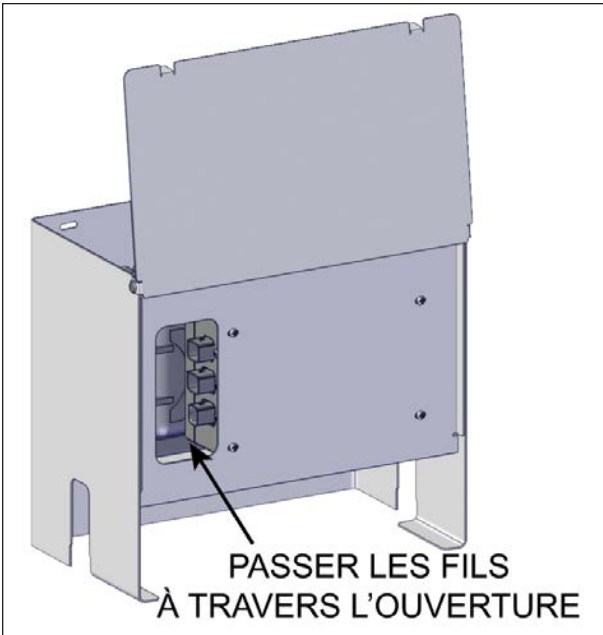
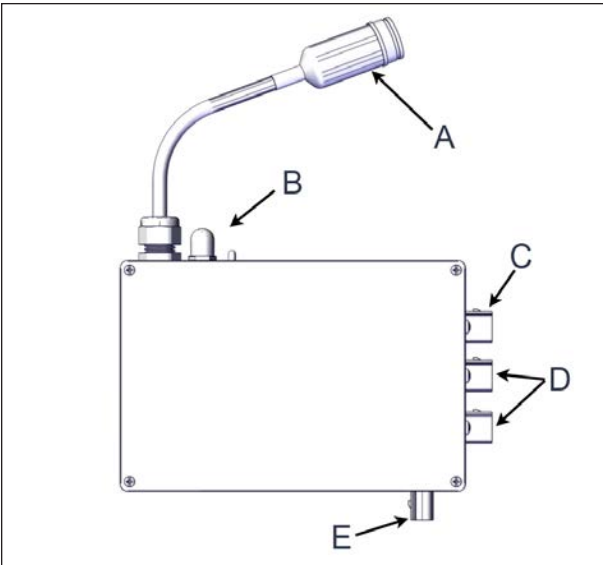

FIGURE 87: BOITIER DE LA BOITE DE COMMANDE
FIGURE 88: BOITE DE COMMANDE DES BATTERIES ET
1. Repérer la boîte de commande et son boîtier, voir Figure 87 et Figure 88.
3. Déballer l'interrupteur à clé et brancher le harnais dans la boîte de commande, item C de la Figure 88.
4. Déballer l'ensemble du panneau solaire (optionnel) des boîtes et connecter le harnais du panneau solaire, item E de la Figure 88.